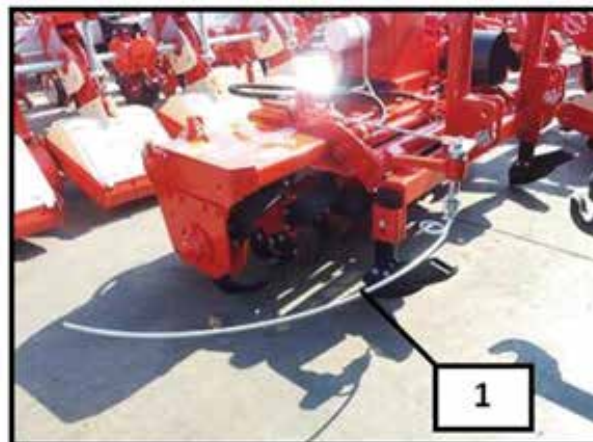

Figura 20
- Lleve la varilla sensora (1) a la posición que se muestra en la Figura 20 retirándola del gancho de soporte (2).
Transporte con montacargas: Seleccione un montacargas apropiado al peso de la máquina. En la medida de lo posible, levante la máquina desde el punto más cercano al centro de gravedad para que la máquina quede paralela al suelo. Pase el cable por los puntos de transporte que se muestran en la Figura 20 y luego fije las horquillas del montacargas y transporte la máquina de forma segura.
Transporte con grúa: Es igual al transporte con montacargas. Pase cable por los puntos de transporte que se muestran en la Figura 20 y luego fije los ganchos de la grúa y transporte la máquina de manera segura. ¡Verifique que el seguro del gancho de la grúa esté en funcionamiento!